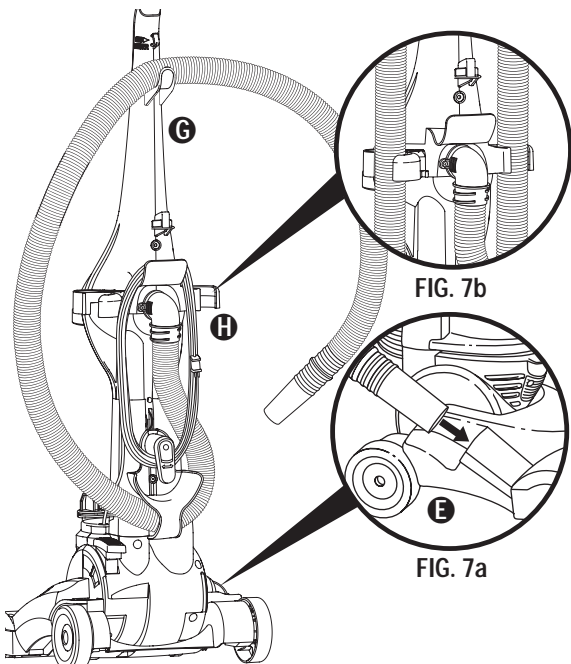

FIG. 7
Step 7: (FIG. 7) Then wrap the hose up and over the hose hook on the handle **G** as shown. Plug the end of the hose into the hose retainer hole on the base **E** (FIG. 7a) and then snap the hose into the hose holder on the tool caddy **H**. (FIG. 7b)
Étape 7. (FIG. 7) Enroulez ensuite le boyau au crochet du manche **G**, tel qu'illustré. Insérez le bout du boyau dans l'ouverture du dispositif de retenue, à la base **E** (FIG. 7a), puis poussez-le dans le support à boyau situé sur le porte-accessoires **H**. (FIG. 7b)
Paso 7. (FIG. 7) Luego enrolle la manguera por encima del gancho de la manguera **G** como se muestra. Conecte el extremo de la manguera al agujero de soporte de la manguera en la base **E** (FIG. 7a) y encaje la manguera en el soporte en el portaaccesorios **H**. (FIG. 7b)